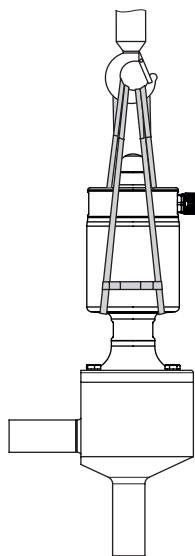

図. 4-4: タイプ 3347/3379
**アクチュエータ タイプ 3379**：アクチュエータ周辺を 2 本のスリングベルトで慎重にガイドします。コネクタを使ってスリングベルトを固定し、滑り落ちないようにします（図. 4-4 をご覧ください）。